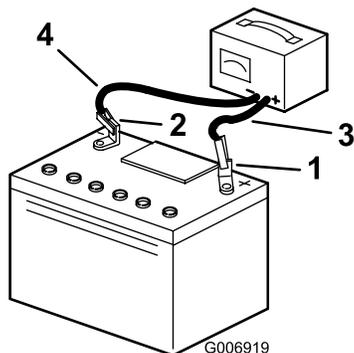

Figure 29
5. Débranchez les fils du chargeur des bornes de la batterie (Figure 29).